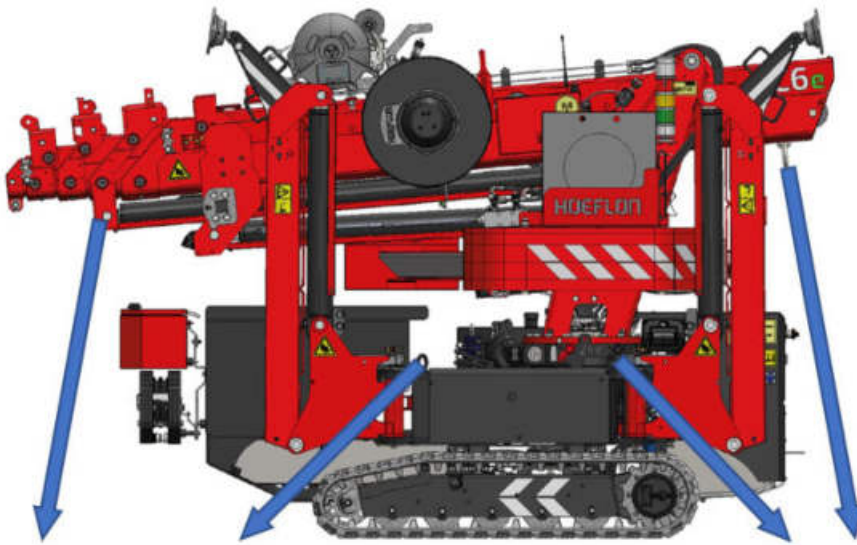

Abbildung 7.3 Kran sichern
- Fixieren Sie die Maschine mit 4 Spanngurten an den Aussparungen in den Scharnierplatten der Stützfüße. Der Kran kann auch an der Kransäule befestigt werden (siehe *Abbildung 7.3*).